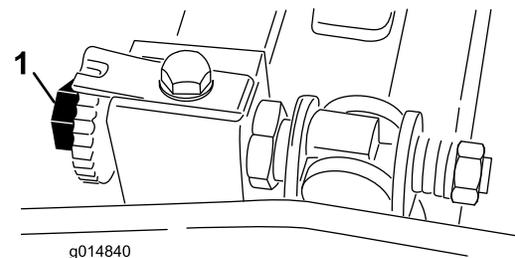

Bild 49
2. Drehen Sie die Einstellschrauben des Untermesserträgers nach links (Bild 49). Dies stellt sicher, dass die Spindel das Untermesser nicht berührt.
die Einstellschraube des Untermesserträgers nach rechts (an demselben Ende der Spindel um jeweils einen Klick, bis das Papier an einer Seite der Spindel leicht festgehalten wird, wenn es von vorne parallel zum Untermesser eingeschoben wird. Das führt zu einem leichten Widerstand, wenn Sie am Papier ziehen (Bild 49).